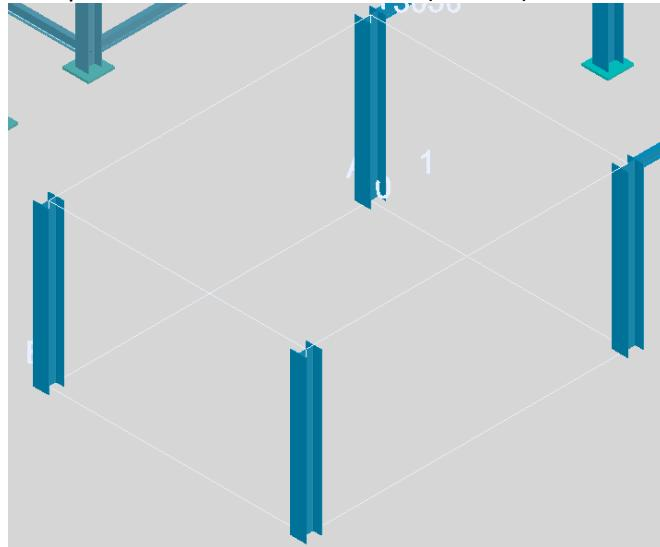

Рис. 49
- Кликните правой кнопкой мыши по колонне и в контекстном меню выберите команду **Копировать выбранные**. Скопируйте колонну три раза с помощью привязок к конечным точкам (Рис. 49).